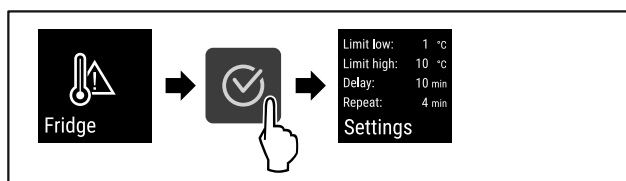

Fig. 136
- ▶ Eseguire i passi (vedere Fig. 136).